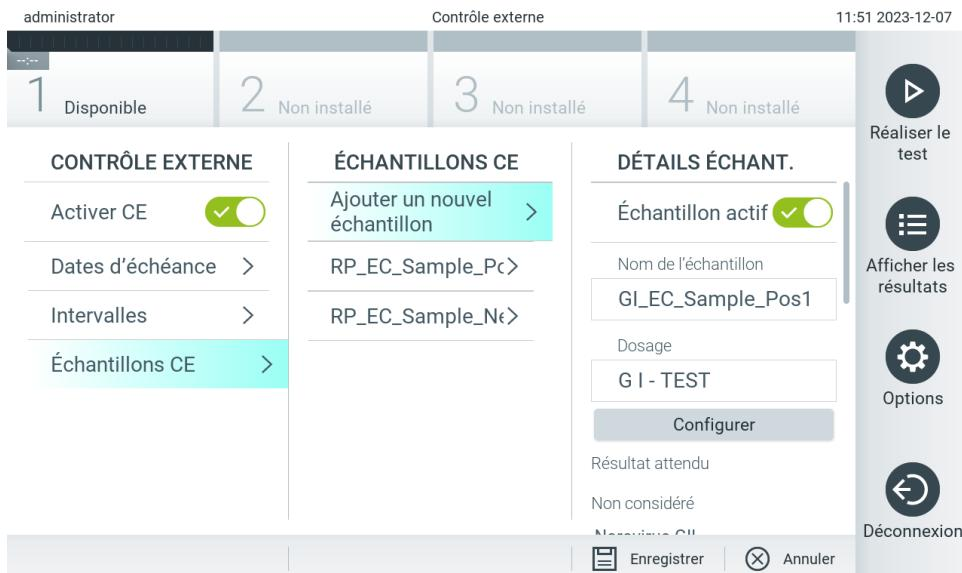

Figure 79. Écran External Control EC Samples (Échantillons CE de contrôle externe).
6. Sélectionnez **Configure (Configurer)** pour modifier les analytes d'un test External Control (Contrôle externe) (figure 79).